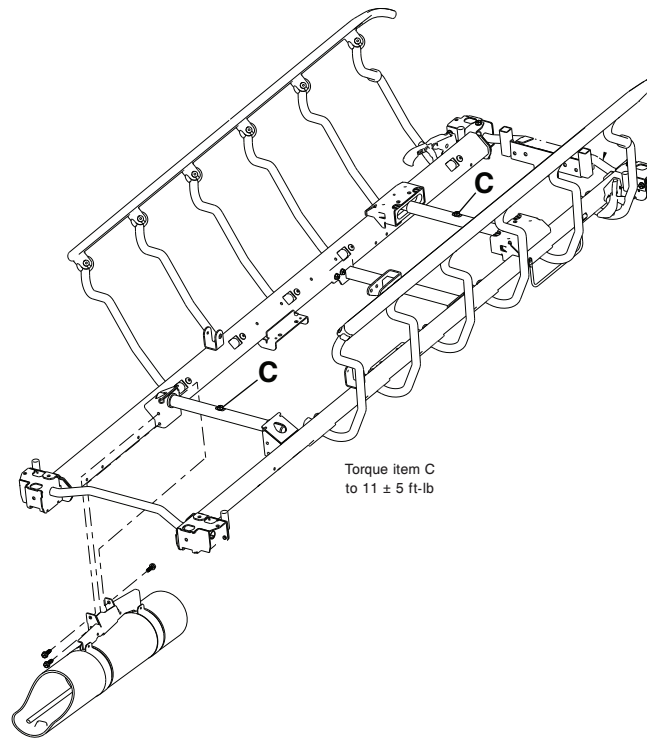

Figure 61 – Retrait du plan de couchage
11. Utiliser une douille 1/2 po avec une clé à cliquet de 3/8 po, retirer les vis à tête hexagonale à embase (C) qui maintiennent les tubes de support de vérin sur les tiges de vérin (Figure 61). Conserver les vis.